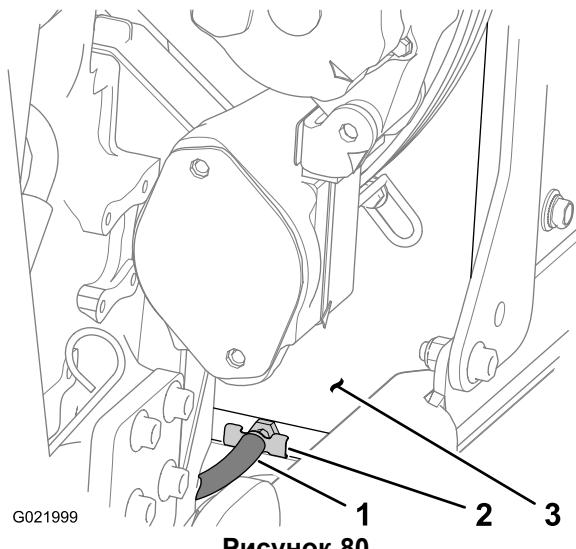

Рисунок 80
- Установите сливной поддон с минимальной емкостью 20 л (5,3 галлона) под открытый конец сливного шланга (Рисунок 80).
- Закройте сливной кран (Рисунок 80).
- F. Откройте сливной кран и слейте чистящий раствор в сливной поддон (Рисунок 80).
- E. Откройте сливной кран (Рисунок 80) и слейте воду в сливной поддон.